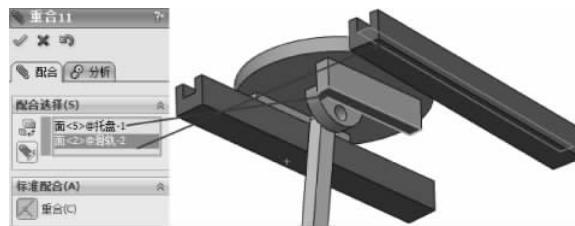

图 3-187 重合配合
(19) 选择【标准配合】选项组下的【重合】配合类型，在【要配合的实体】选择框中选择如图 3-187 所示的面，其他保持默认，单击【确定】按钮 ，完成重合配合。